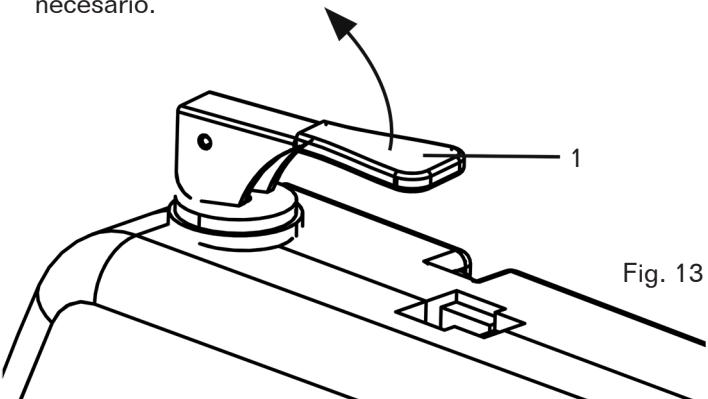

Fig. 13
**DESMONTAJE E INSTALACIÓN DE LA CUCHILLA (Fig.13 a 15)**